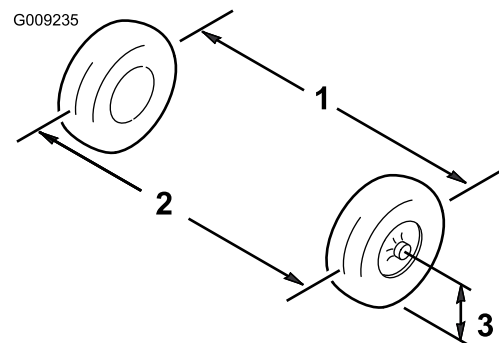

Bild 47
1. Messen Sie den Abstand zwischen beiden Vorderreifen auf Achshöhe (an der Vorder- und Rückseite der Vorderreifen) (Bild 47).